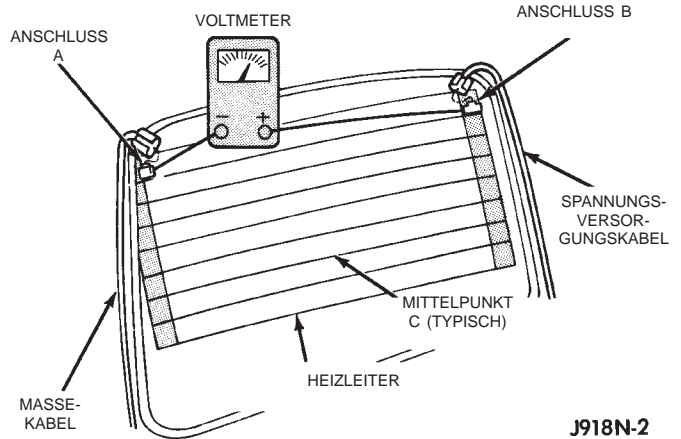

Abb. 1 Heizleiter der heizbaren Heckscheibe überprüfen
3. Die Minus-Prüfspitze eines Gleichstromvoltmeters an Anschluß A (rechte Seite) und die Plus-Prüfspitze an Anschluß B (linke Seite) anhalten (Abb. 1). Es muß Batteriespannung angezeigt werden.